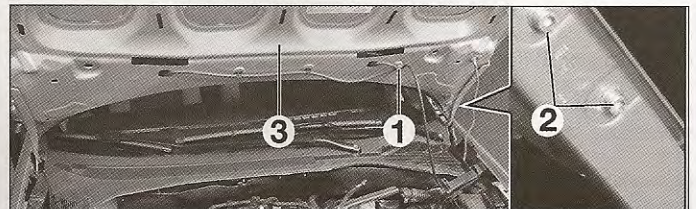

FIG. 9
- Desconectar el tubo de lavaparabrisas (1) (fig. 9).
- Sujetar el capó motor (3) con otro operario.
- Desmontar los tornillos de fijación (2) en ambos lados.
- Desmontar el capó motor (3).
Al montar, ajustar los juegos de apertura del capó motor con los tornillos (2) para el centrado y los topes delanteros del capó para el reglaje de altura (fig. 9). Apretar las fijaciones al par.